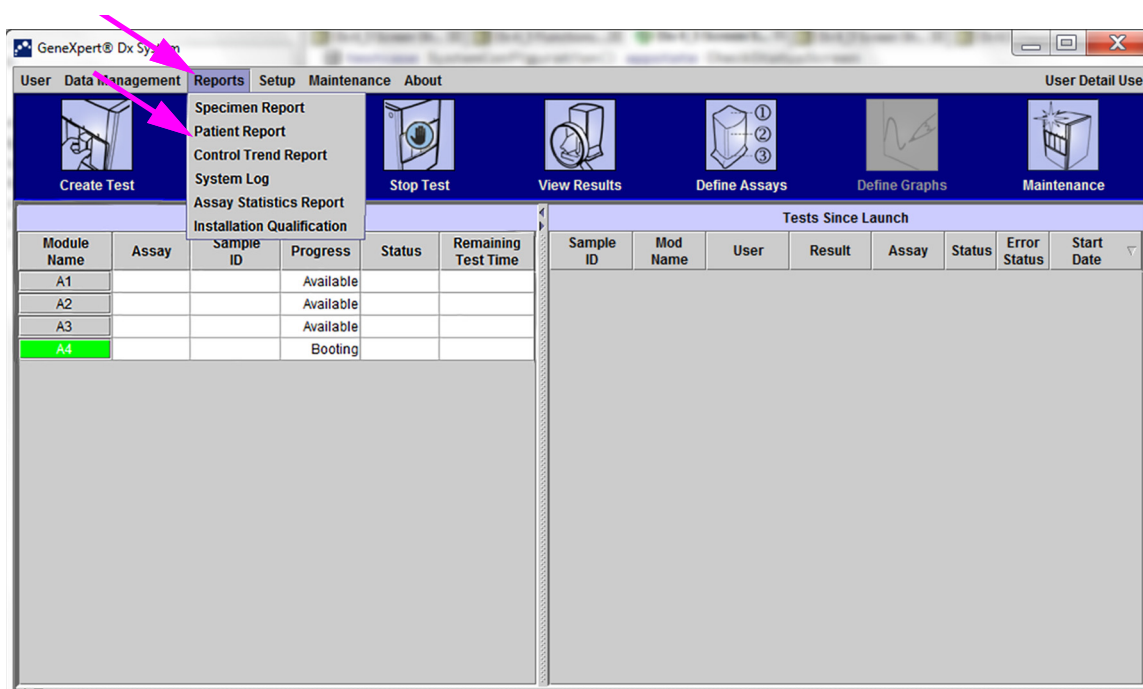

Figura 6-1. Ecranul sistemului GeneXpert Dx care afișează meniul Rapoarte
1. În fereastra sistemului GeneXpert Dx, în meniul **Rapoarte (Reports)**, faceți clic pe **Raport referitor la tendințele controlului (Control Trend Report)** (consultați Figura 6-1). Se afișează caseta de dialog Raport referitor la tendințele controlului (Control Trend Report). Consultați Figura 6-2.